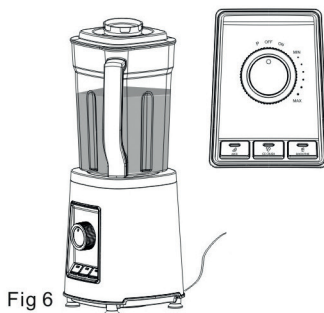

Fig 6
- Drej funktionsvælgeren (14) til ON, og vælg ønsket program eller valgfri trinløs indstilling. Blandingen starter. Fig. 6.